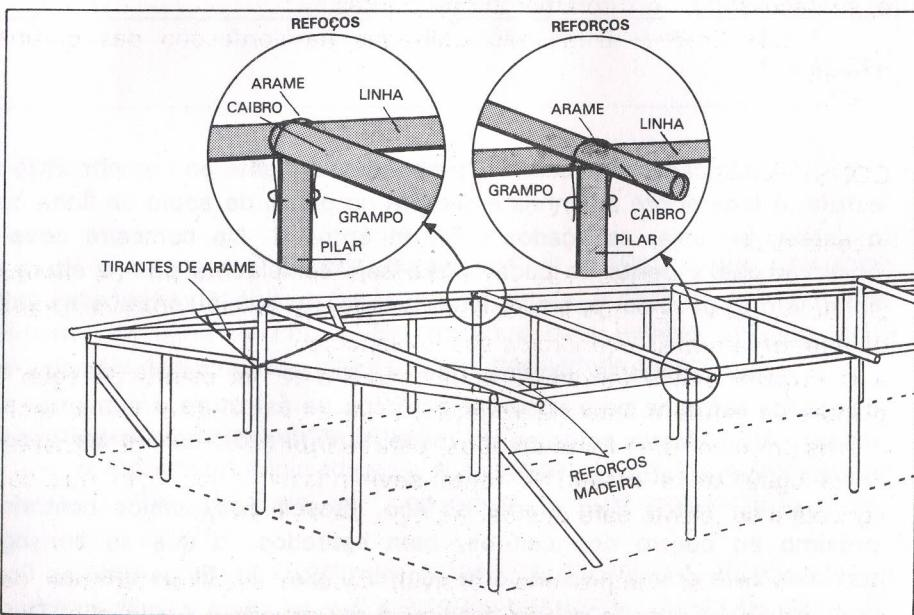

FIGURA 5
Nos caibros e esteios dos 4 cantos da estufa devem ser colocados reforços para absorver esforços da estrutura e aumentar sua rigidez. Além destes reforços de madeira (Figura 5), devem ser usados outros tipos de reforços, feitos com arame.
1) Tirantes: feitos com arame de aço, presos nos esteios centrais e próximo ao centro dos caibros, bem estirados, o que se consegue torcendo este arame na sua parte central (Figura 5). Estes tirantes ficam com aparência de mãos-francesas, que servem para suportar esforços para cima, tipo de esforço mais comum em cobertura de estufas.
3) **União de peças:** Em madeiras que racham as pontas, como o eucalipto, ocorre uma mal fixação dos prego, que podem se desprender da madeira com o passar do tempo. É aconselhável que, em cada ponto de fixação de peças de madeira, seja reforçado com uma laçada de arame fixado com grampos. (Figura 5)